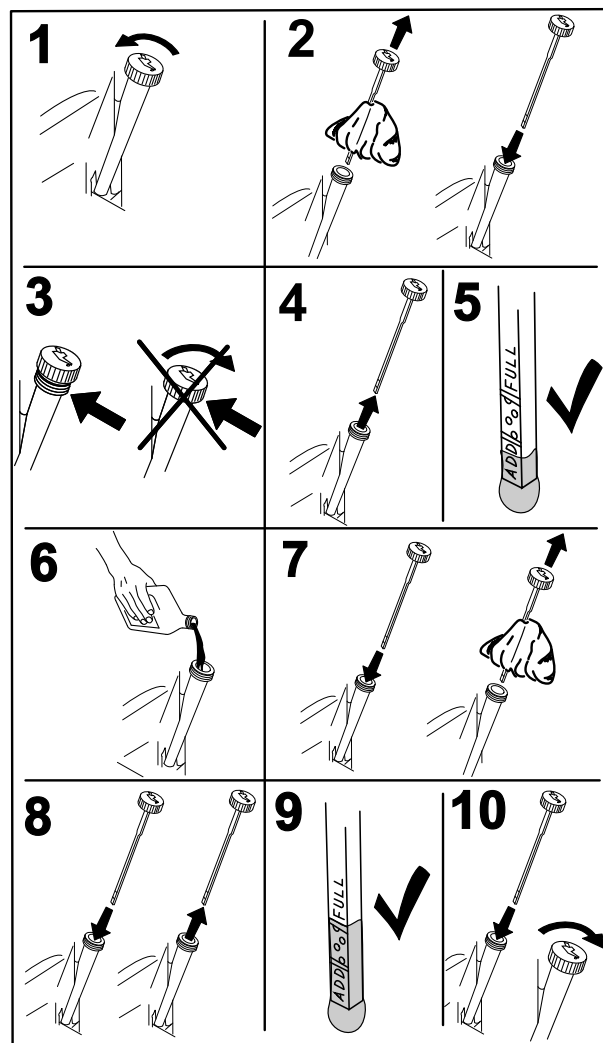

Figura 44
4. Prima di scendere dal posto di guida dell'operatore, spegnete il motore, toglie la chiave di accensione e attendete che si fermino tutte le parti in movimento (Figura 44).